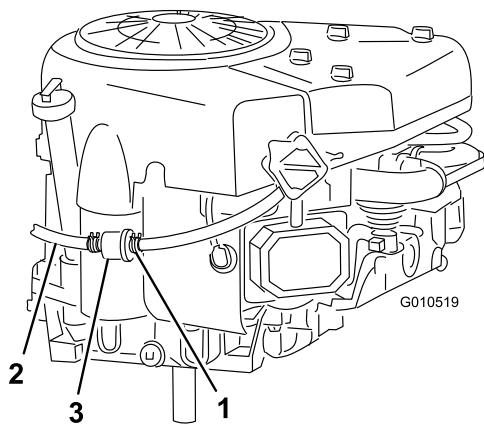

Figura 28
7. Apriete los extremos de la abrazadera y deslícela por el tubo de combustible hacia el depósito de combustible (Figura 28).
8. Tire del tubo de combustible para separarlo del filtro (Figura 28) y deje que la gasolina se drene en un recipiente de combustible homologado o un recipiente apropiado.
10. Acerque la abrazadera al filtro de combustible para fijar el tubo de combustible y el filtro (Figura 28).
El mejor momento para cambiar el filtro de combustible (Figura 28) es cuando el depósito de combustible está vacío. No instale nunca un filtro sucio después de desmontarlo del tubo de combustible.